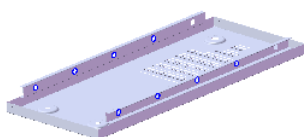

图 17.9.57 创建阵列 (线性) 1
Step26. 创建图 17.9.57 所示的阵列（线性）1。
(1) 选择命令。选择下拉菜单 **插入(I)** → **阵列/镜向(E)** → **线性阵列(L)...** 命令，系统弹出“线性阵列”对话框。
(2) 定义阵列源特征。单击 **要阵列的特征(F)** 区域中的文本框，选取设计树中的孔 1 作为阵列的源特征。